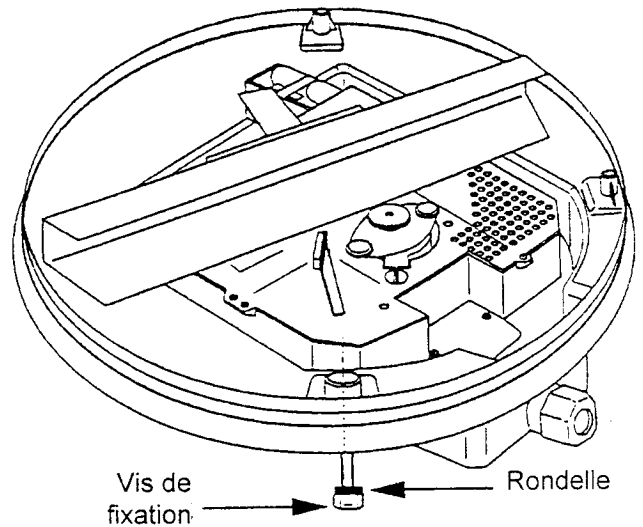

Fig. 5.3 Fixation des boulons pour l'antenne du 821
- 2) Dévisser les 4 vis de fixation de manière à séparer le radôme (blanc) de la base (bleue) (Fig. 5.3).